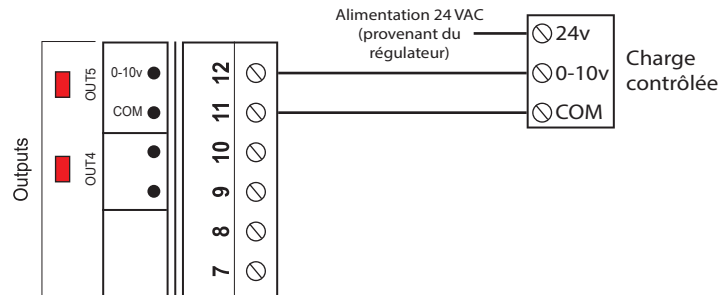

Figure 14 - Raccordement de la sortie analogique (alimenté par le régulateur)
- 1) Le C1000 alimente la charge et fournit un signal de contrôle (voir Figure 14):